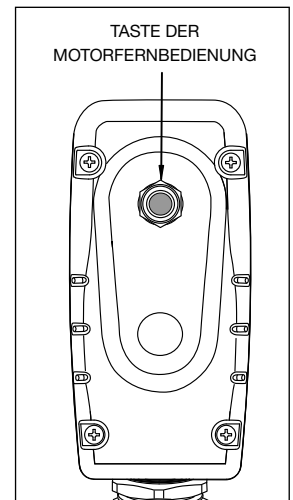

Abbildung 4: Motorfernbedienung
5.2 Motorfernbedienung (siehe Abbildung 4)